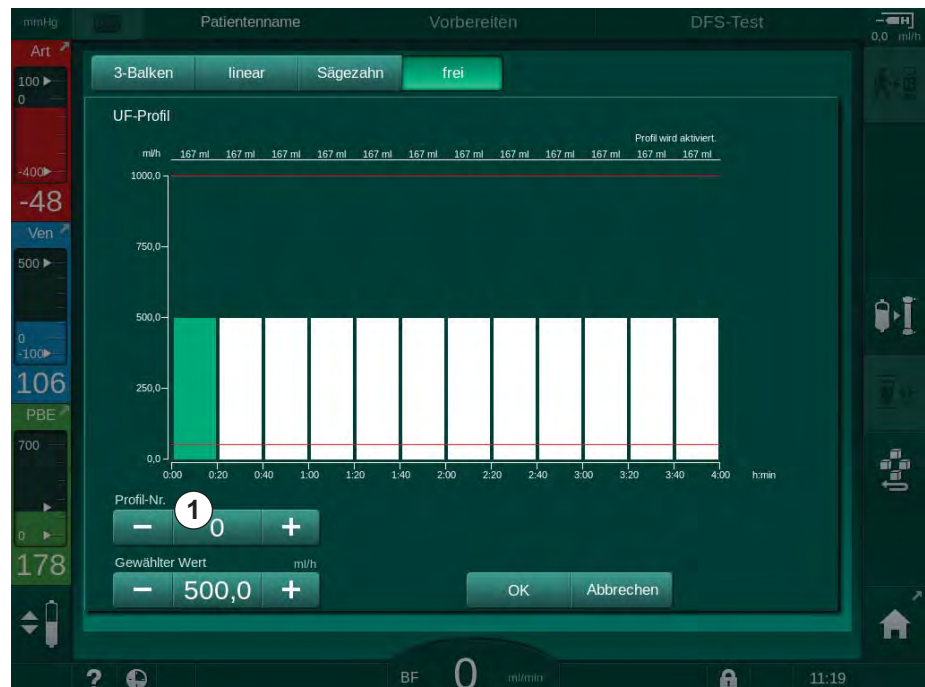

Abb. 5-15 UF-Profilauswahl
4. Um eines der 10 voreingestellten frei bearbeitbaren Profile auszuwählen, die Schaltfläche + oder – im Gruppenfeld *Profil Nr.* (Abb. 5-15, ①) berühren oder die Profilnummer direkt in das Feld eingeben.